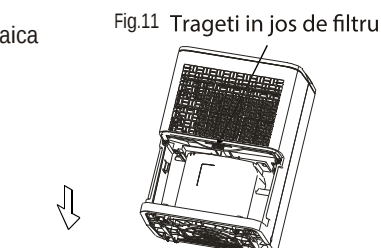

Fig.11 Trageți în jos de filtru
- Apăsăți pe gaica filtrului și apăsați-o înăuntru ușor pentru a scoate filtrul din locaș, apoi scoateți filtrul glisându-l în jos. (consultați Fig.11~13).